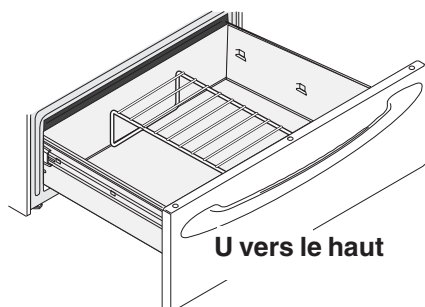

Figure 1
- Grille en **U vers le haut** (Figure 1) pour permettre de disposer des aliments de moindre dimension sur et sous la grille (par exemple, petits pains ou biscuits sur la grille et casserole en dessous).
la température HI (haut) (voir Figure 1) ou sur  pour sélectionner la température LO (bas) (voir Figure 3). La lampe